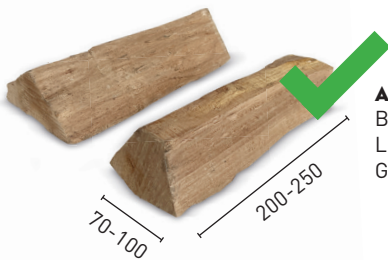

ABB. 3.1, IDEAL:
- > idealerweise Buchenholz möglichst ohne Rinde (Abb. 3.1) und **keine** Nadelhölzer mit Rinde (Abb. 3.2)